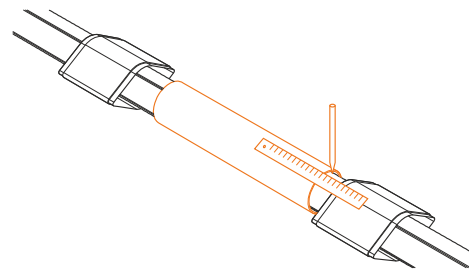

Рис. 4.7.4
- Используя линейку (рулетку), отцентрировать положение муфты относительно оси стыка; нанести маркером соответствующие риски (рис. 4.7.4).